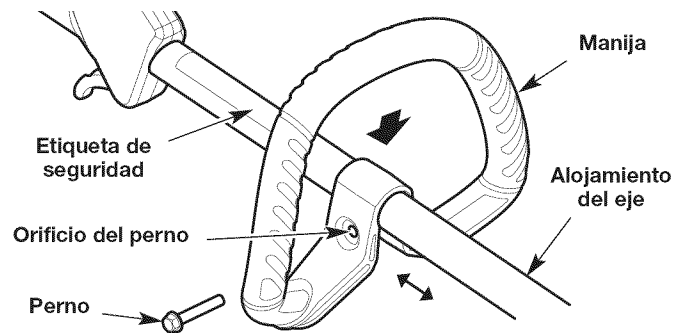

Fig. 3
1. Oprima la manija hacia abajo sobre el alojamiento del eje (Fig. 3). Asegúrese de que el orificio del perno mire hacia la derecha (Fig. 3).
2. Inserte el perno en el orificio del perno y oprímalo para que pase a través de él (Fig. 3). Ajuste el perno con un destornillador de cabeza plana, pero no lo ajuste completamente.
3. Mantenga la unidad en posición operativa (Fig. 11) y mueva la manija hasta una ubicación confortable (Fig. 3). Compruebe que la manija esté ubicada más allá del extremo de la etiqueta de seguridad (Fig. 3).
1. Afloje el perno con un destornillador de cabeza plana (Fig. 3).
2. Mantenga la unidad en posición operativa (Fig. 11) y mueva la manija hasta una ubicación confortable (Fig. 3). Compruebe que la manija esté ubicada más allá del extremo de la etiqueta de seguridad (Fig. 3).